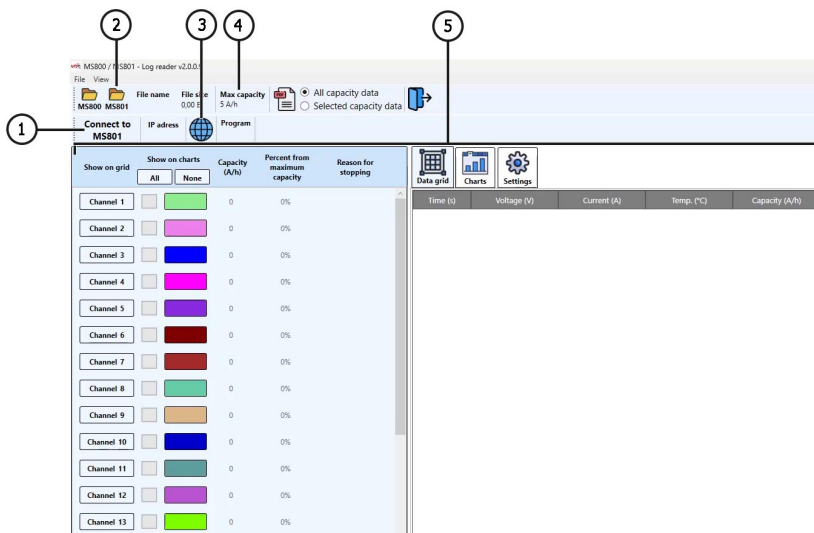

Рисунок 24
1. Запустіть програму **TesterLogReader**. Вікно програми містить (рис. 24):
4. Відкрийте журнал збережених звітів (див. поз. 3 рис. 24). У вікні, що відкриється, виберіть дату, після чого у лівій частині вікна з'являться збережені звіти за цей день (див. рис. 27).